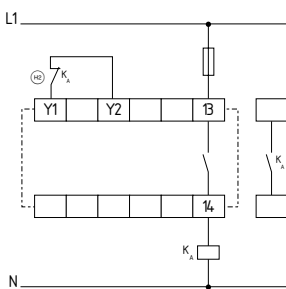
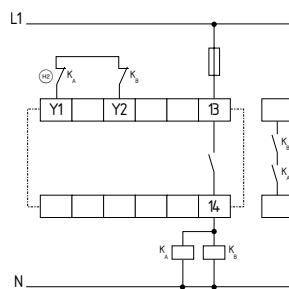

Fig. 7
Fig. 8
**Controllo a un canale (vedere Fig. 7)**
- (R) = Circuito di ripristino e tasto di Reset in serie
**Controllo a due canali con circuito di ripristino (vedere Fig. 8)**